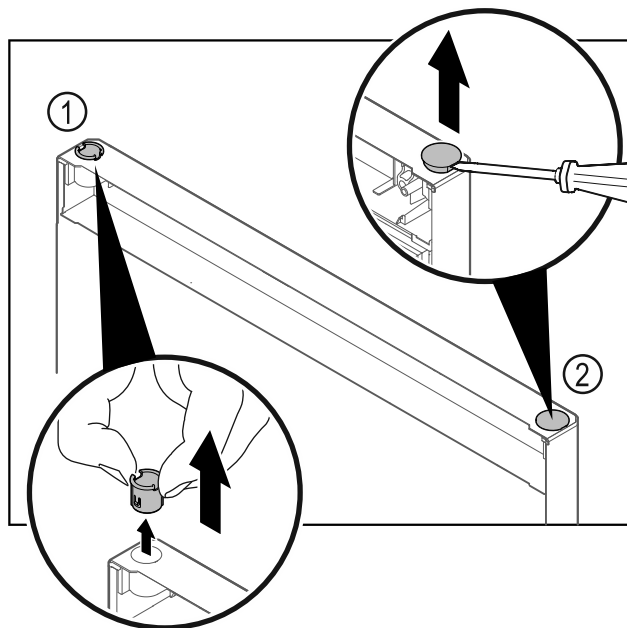

Fig. 28
- Vedä saranaholkki Fig. 28 (1) sormin pois.
- Kohota suojanastaa Fig. 28 (2) varovasti uraruuvimeisselillä ja vedä se pois.